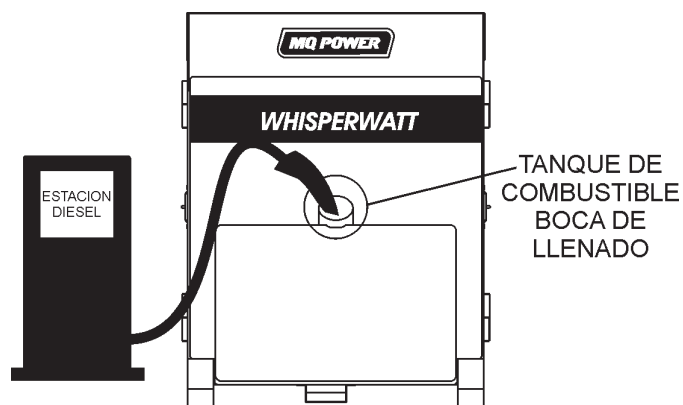

Figura 34. Abasteciendo de combustible el generador
2. Retire el tapon y llene el tanque de combustible como se muestra en la Figura 34.